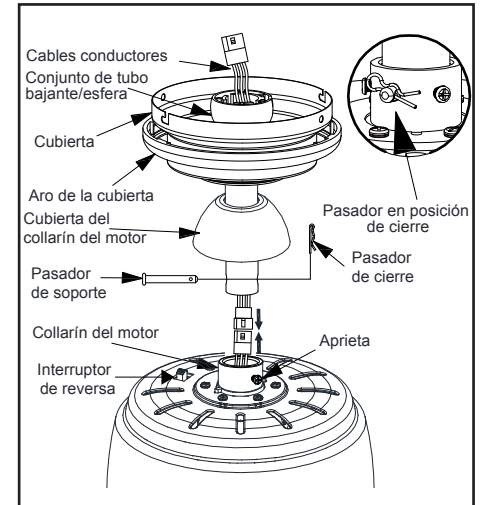

Figura 7
4. Coloca el tubo bajante sobre la cubierta y el anillo de la cubierta. Desliza la cubierta del collarín del motor sobre el tubo bajante. Conecta los cables de extensión a los cables del motor. Asegúrate de que los conectores rápidos estén bien sujetos. Inserta los cables a través del conjunto del tubo bajante/esfera. (Figura 7)
6. Alinea los orificios en la parte inferior del tubo bajante con aquellos del collarín en la parte superior de la carcasa de motor. (Figura 7)
Inserta con cuidado el pasador de soporte a través de los orificios del collarín y del tubo bajante. Ten cuidado de no apretar contra el cableado dentro del tubo bajante. Inserta el pasador de cierre en el orificio cercano al extremo del perno hasta que encaje en su posición, como se muestra en el círculo de la Figura 7.
El ventilador se envía desde la fábrica con el interruptor de reversa en posición de hacer circular el aire hacia abajo. Si deseas dirigir el flujo de aire en sentido contrario, apaga el ventilador y espera a que las aspas se detengan; enseguida desliza el interruptor de reversa (consulta la Figura 7 de la página 4) hacia la dirección opuesta y a continuación vuelve a encender el ventilador. Las aspas del ventilador girarán en sentido contrario y revertirán el flujo de aire.